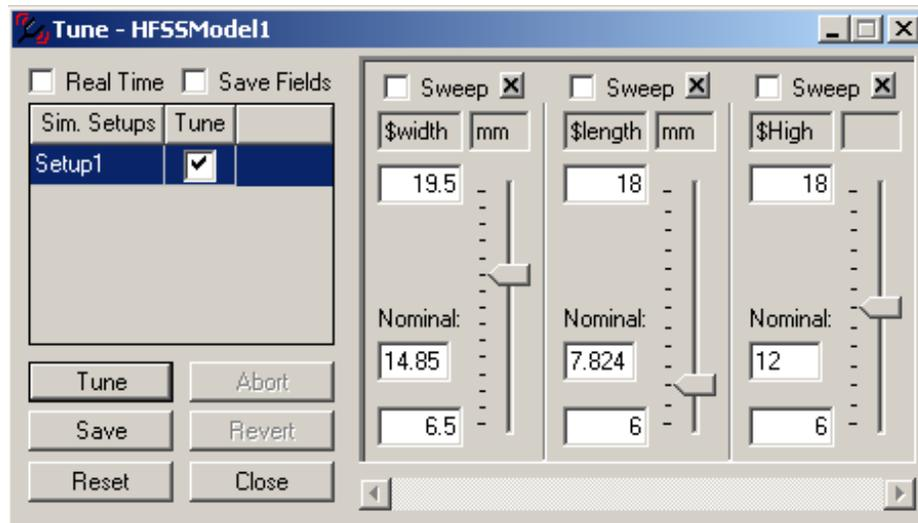

Рис. 12.38. Диалог оптимизации по трем параметрам конструкции
2. В меню HFSS, укажите **Optimetrics Analysis**, и затем нажмите **Tune**. Появляется диалоговое окно **Tune** (рис. 12.38).